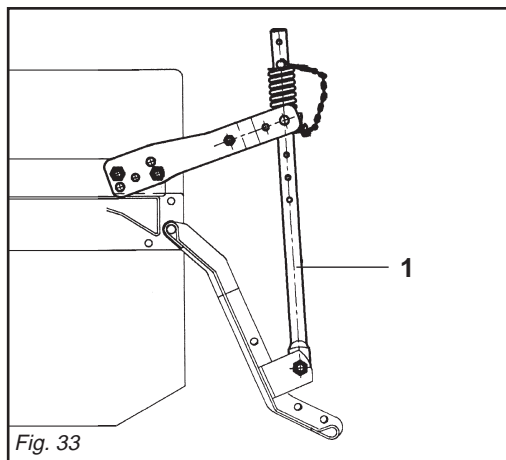

Fig. 33
- 2) Il martinetto a molla (1 Fig. 33) oltre a sostenere la lamiera livellatrice ed ammortizzarla nel trasporto su strada, serve a evitare il ribaltamento della macchina durante il parcheggio.
- 2) Besides supporting the levelling plate and acting as a shock absorber for it during road transport, the spring ram (1 Fig. 33) prevents the machine from overturning when parking.
- 2) Die Federwinde (1 Abb. 33) trägt nicht nur das Planierschild und dient beim Straßentransport zur Dämpfung von Stößen, sondern sie soll auch verhindern, daß die Maschine während des Parkens umkippt.
- 2) Le vérin à ressort (1 Fig. 33) sert de soutien à la tôle de nivellement et de suspension pendant le transport sur route, pour éviter le basculement du machine lors du stationnement.
- 2) El gato de resorte (1 Fig. 33), además de sostener la chapa de nivelación y protegerla durante el transporte en carretera, sirve para evitar el vuelco de la máquina durante el estacionamiento.